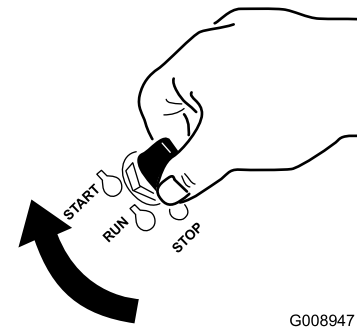

Figura 18
6. Gire la llave de contacto a la posición de ARRANQUE (Figura 18).